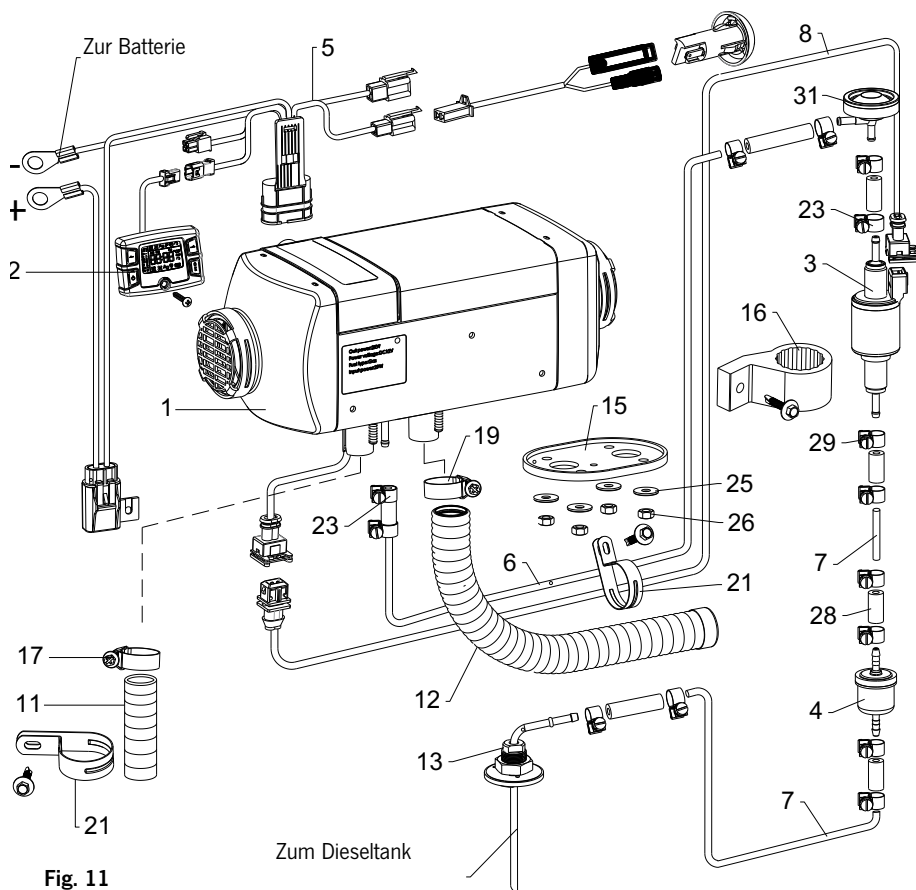

Fig. 11
26. VanHeat 2.0-DH | Produktinformation | Ersatzteilliste (Siehe Fig. 11)